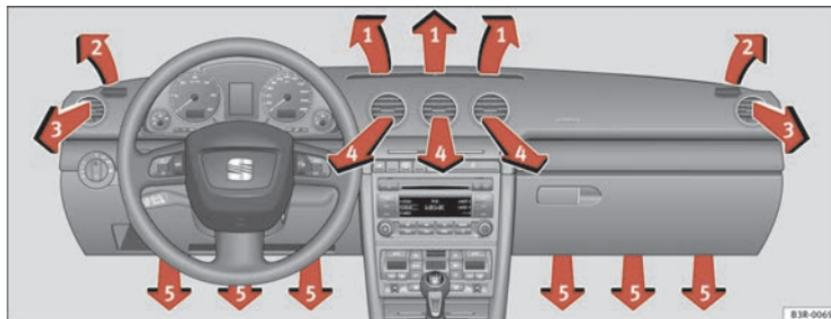

Abb. 143 In der Instrumententafel: Anordnung der Luftaustrittsdüsen
Die Luftaustrittsdüsen \Rightarrow Abb. 143 ③ und ④ können wie folgt bedient werden.
Die drei Tasten haben folgende Bedeutung. Die Zahlen beziehen sich auf die Luftaustrittsdüsen → Seite 174, Abb. 143.
Der Gebläsemotor wird nach Ausschalten der Zündung über das Solardach mit Solarstrom betrieben. Achten Sie bitte darauf, dass die Düsen 3 und 4 geöffnet sind → Seite 174, Abb. 143, um eine optimale Belüftung zu erreichen.